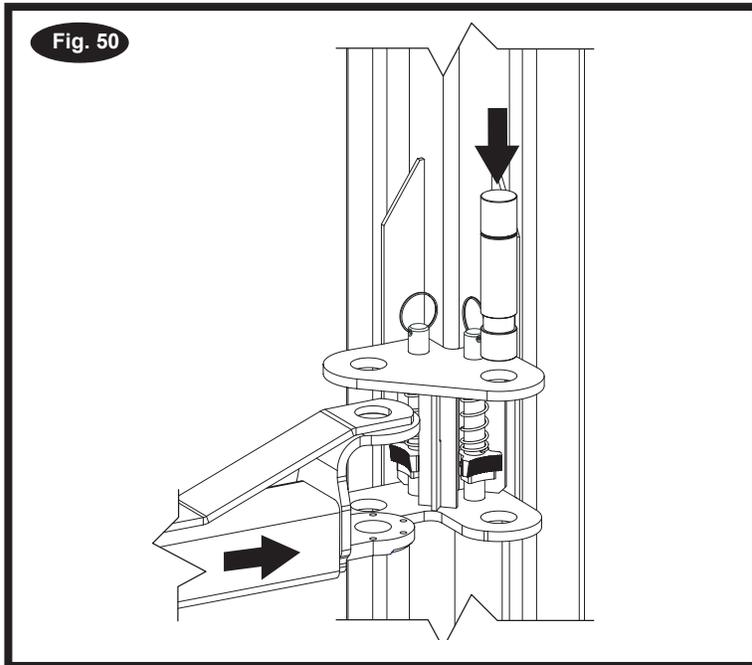

Fig. 50
- Antes de instalar los brazos, suba los carros a una altura conveniente. Engrase los pasadores y orificios de brazo giratorio con grasa de litio. Deslice el brazo en el yugo, Fig. 50. Instale los pasadores de brazo de 1-3/4" de diámetro, Fig. 50 y 51.